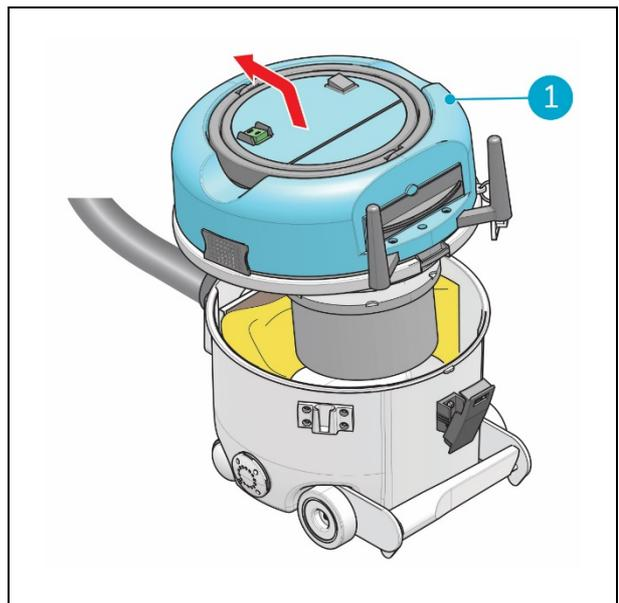

Abbildung 10
4. Klappen Sie den Deckel (Abb. 10, Pos. 1) in Richtung Schlauchanschluss hoch.